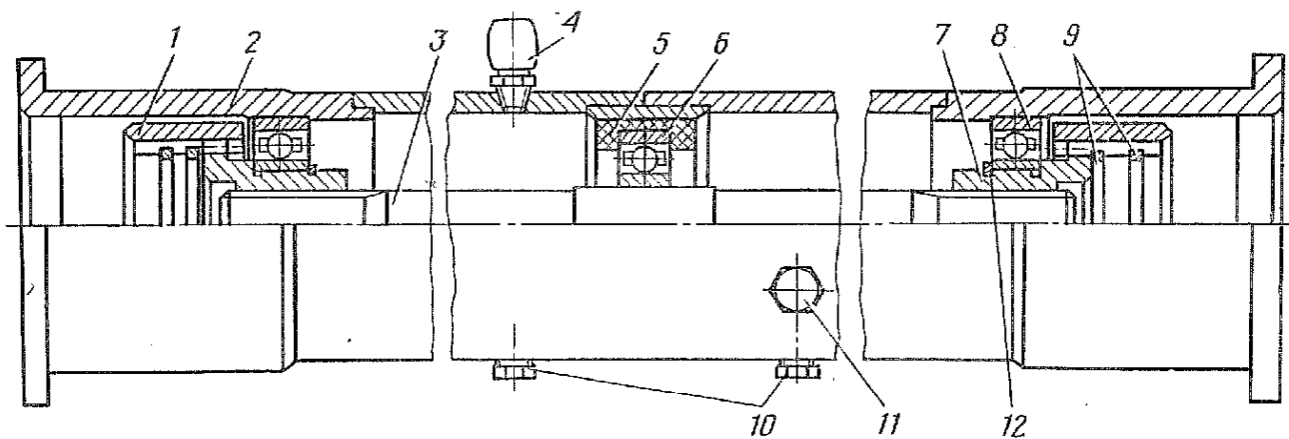

Рис. 154. Приводной вал в сборе:
1.1. Вывернуть из кожуха 2 (рис. 154) приводного вала пробки 10, 11 и сапун 4. Вынуть из кожуха компенсационные муфты 1 (ключ 12).
1.7. Снять с зубчатых хвостовиков 7 (рис. 154) стопорные кольца 12 и подшипники 8 (щипцы для стопорных колец).
3.1. Установить на зубчатые хвостовики 7 (рис. 154) подшипники 8 и стопорные кольца 12 (щипцы для стопорных колец).
3.3. Установить на средний подшипник 6 (рис. 154) резиновую подушку 5.
Между торцом резиновой подушки 5 (рис. 154) и торцом кожуха 2 должно быть расстояние $528 \text{ мм} \pm 1,0 \text{ мм}$.
3.7. Ввернуть в кожух приводного вала пробки 10 (рис. 154), 11 и сапун 4 (ключ 12).